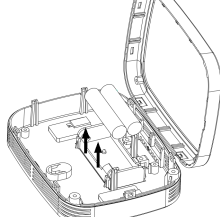

图 10
4.电池安装及更换：拧出壳体背面两颗螺丝，用工具插入壳体左侧的快拆槽中撬动使上下壳分离，如图 10，更换电池(务必匹配电池仓底部正负极，并保证电池完全装入仓内)，随后将上下壳扣合紧密并拧紧螺丝即可。